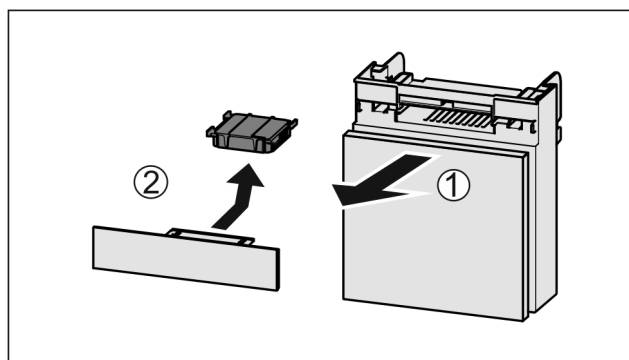

Fig. 172
- Vytiahnite zásuvku smerom dopredu Fig. 172 (1).
- Vyberte aktívny uhlíkový filter Fig. 172 (2).